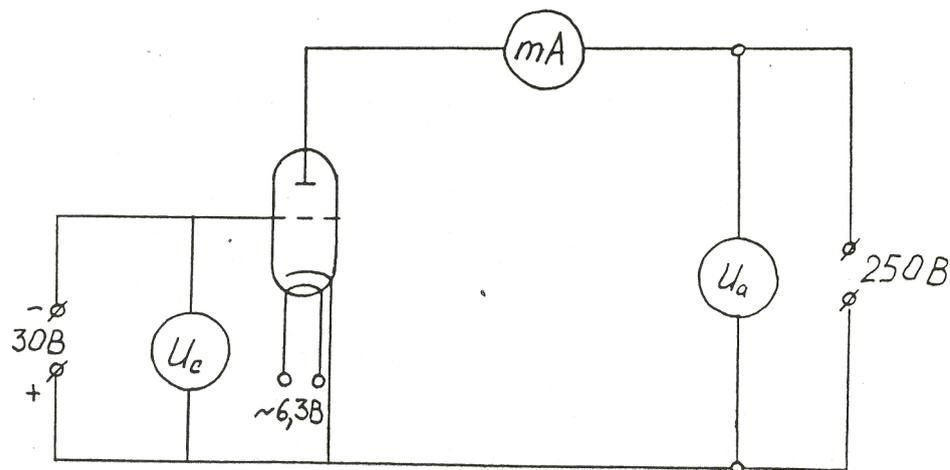

Рис. 4
1. Собрать схему согласно рис.4. Анодный ток, потенциал анода и потенциал сетки определяется методом прямых измерений. Анодный ток измеряется амперметром mA, потенциал сетки - вольтметром U_c , потенциал анода измеряется вольтметром U_a .